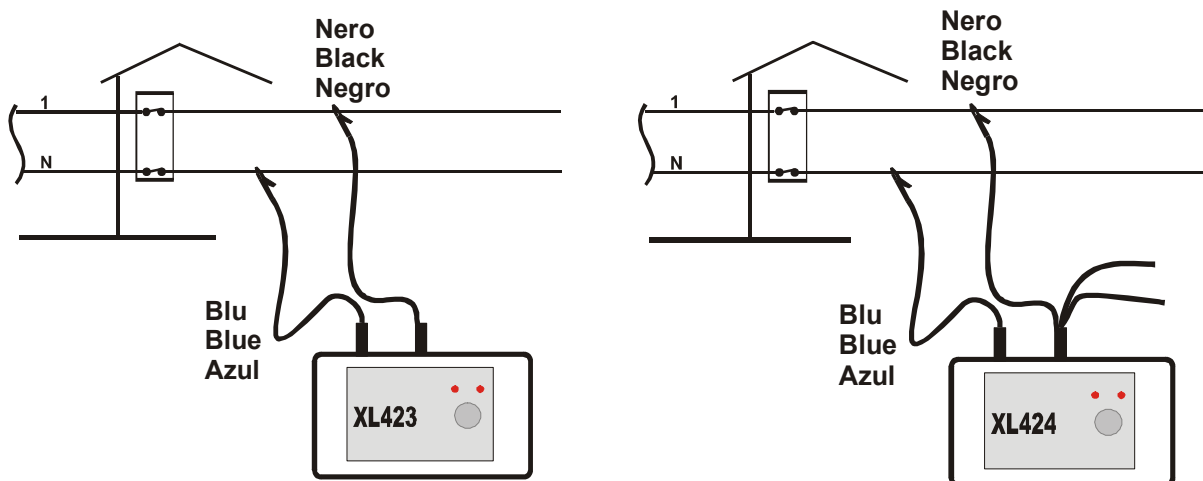

Abb. 2: I Anschluss in einer 1- PHASEN ANLAGE
3. Verbinden Sie die Krokodilklemmen mit der Anlage gemäß Abb.2.